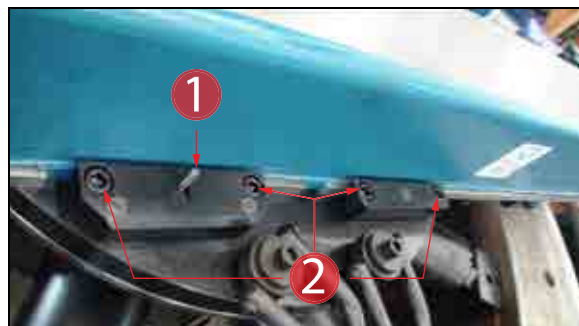

Рис. 3-19. Винты зажимов и стопорный штифт
2. Установите стопорный штифт в открытое положение (Рис. 3-19).